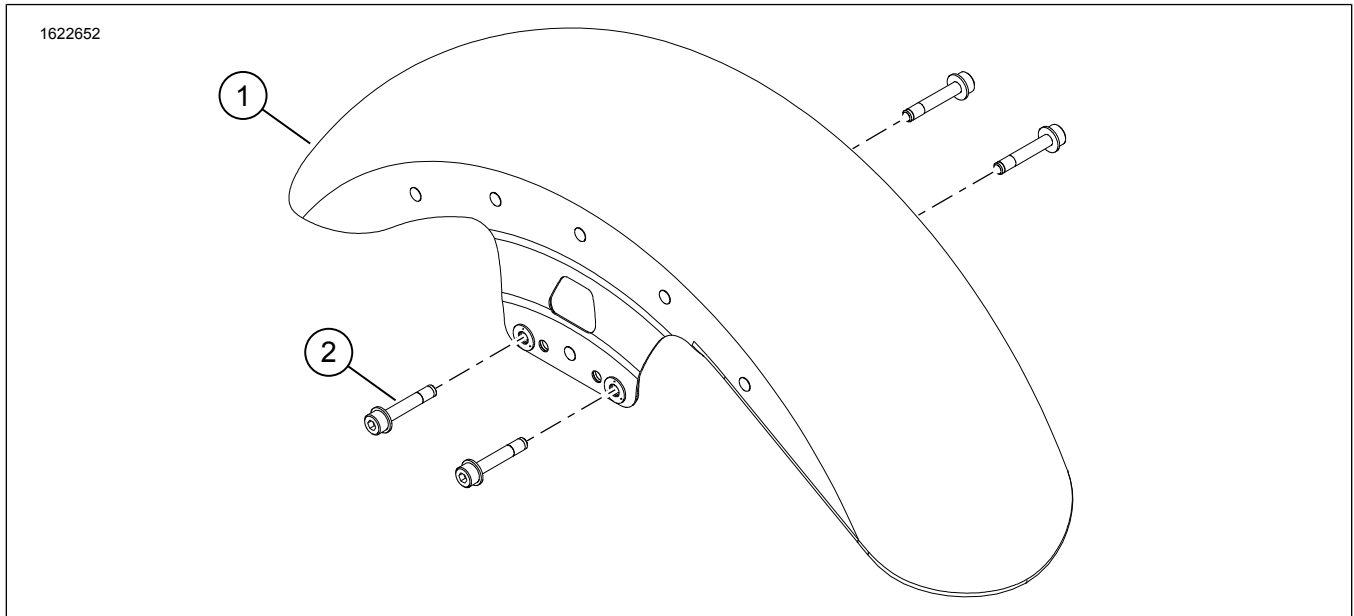

Figure 1. Contenu du kit : Garde-boue avant tronqué
1. Voir la figure 1. Installer un **nouveau** garde-boue avant.